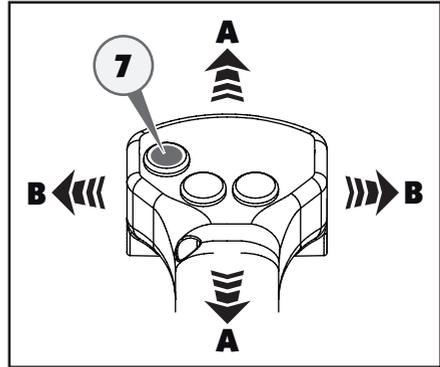
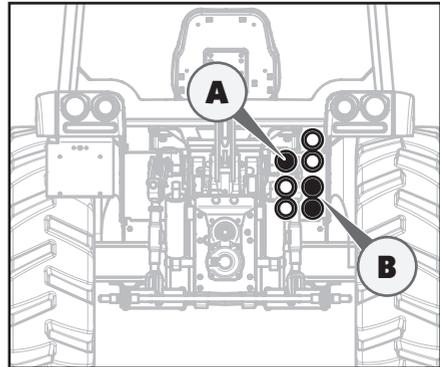

Abb. 5.138
Abb. 5.139
Wenn der Joystick in die in der Abbildung (Abb. 5.138) gezeigten Positionen bewegt wird und gleichzeitig die Sicherheitstaste (Totmannschaltung) und die blaue Taste (7) gedrückt werden, werden die Hydraulikanschlüsse gemäß der Darstellung in der Abbildung gespeist (Abb. 5.139).
Wenn der Joystick in die in der Abbildung (Abb. 5.138) gezeigten Positionen „A“ bewegt wird und gleichzeitig die Sicherheitstaste (Totmannschaltung) und die blaue Taste (7) gedrückt werden, werden die Arme des Frontkrafthebers manövriert.